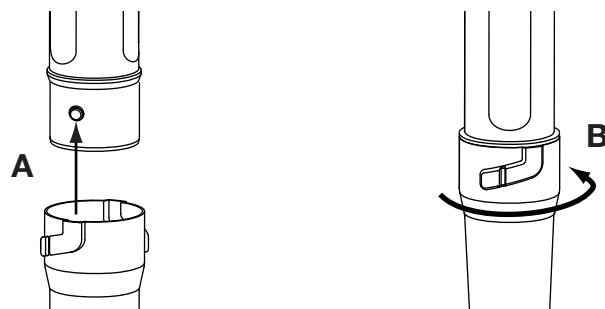

Fig. 4
5. Insérer la buse sur le tube de soufflage inférieur dans l'encoche de la buse (Fig. 4, A).
6. Pivoter la buse dans le sens des aiguilles d'une montre autour du tube de soufflage inférieur jusqu'à ce que la bosse de la buse se verrouille en place (Fig. 4, B).